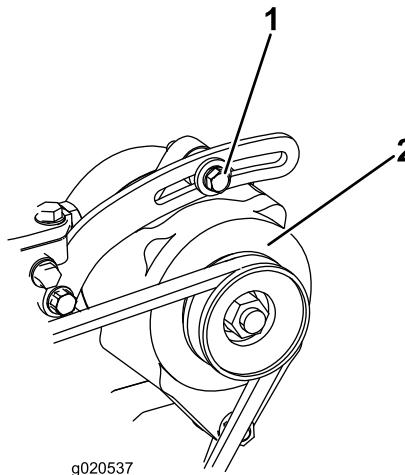

Bild 78
2. Lockern Sie die Befestigungsschrauben der Lichtmaschine (Bild 78).